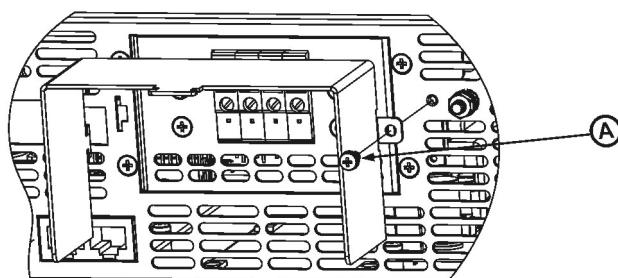

Рис.3-9: Сборка защитного кожуха
4. На пол-оборота ослабьте на шасси два винта с маркировкой «A», как показано на Рис. 3-9.
5. Смонтируйте защитный кожух с шасси и затяните два винта, чтобы закрепить экран на шасси (см. Рис. 3-9). Момент затяжки винтов: 4,8-5,3 фунта/дюйм.